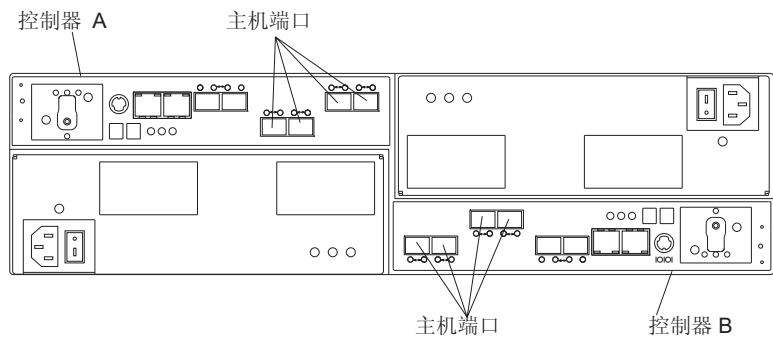

图 54. DS5020 的 RAID 控制器上的主机电缆位置
2. 将光纤通道电缆从 DS5020 RAID 控制器主机端口中的 SFP 模块连接到光纤通道交换机中的 SFP 模块或主机总线适配器的 SFP 模块。第 79 页的图 54 显示了 DS5020 存储子系统的 RAID 控制器上主机系统电缆的连接位置。